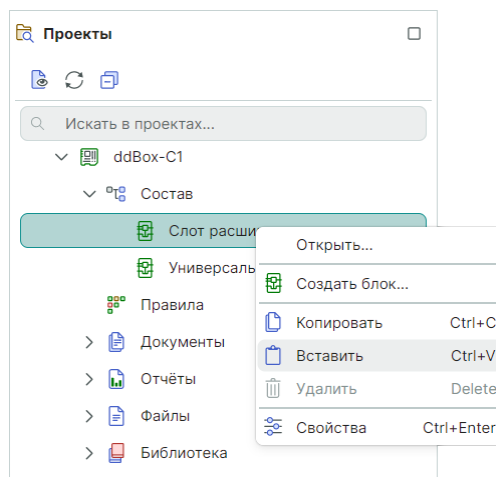

Рис. 253 Вставка блока в тот же проект
2. В текущем проекте в дереве проектов «Проекты» → «Состав» вставьте блок из буфера, см. Рис. 253.